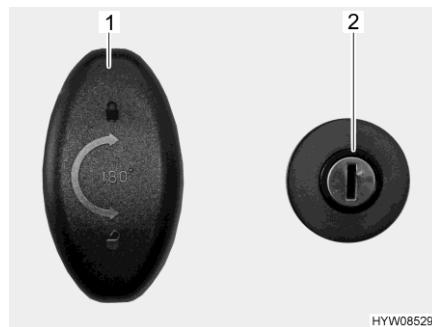

Fig. 55 Cerradura de la puerta (puerta de garaje)
**Abrir:** ■ Introducir la llave en el cilindro de cierre (Fig. 55,2) y girar en sentido de las agujas del reloj. El cierre centralizado está desbloqueado.
■ Girar el asidero de la cerradura (Fig. 55,1) media vuelta en sentido de las agujas del reloj y abrir la puerta de garaje.
■ Girar el asidero de la cerradura (Fig. 55,1) media vuelta en sentido contrario a las agujas del reloj.
■ Introducir la llave en el cilindro de cierre (Fig. 55,2) y girar en sentido contrario a las agujas del reloj. El cierre centralizado está bloqueado.